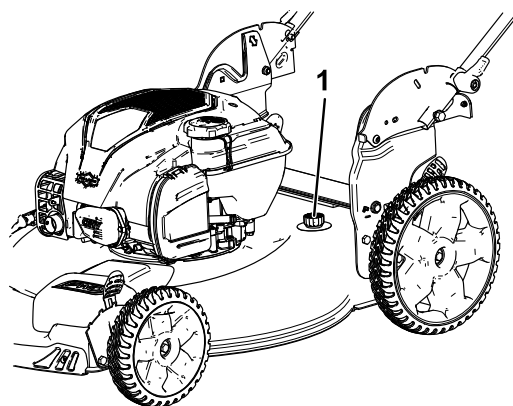

Figure 16
5. Branchez un tuyau d'arrosage, relié à une arrivée d'eau, au raccord de lavage (Figure 16).